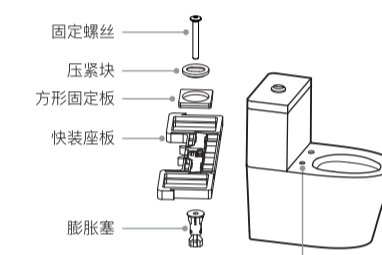
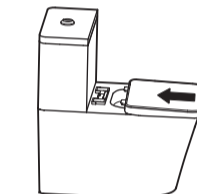
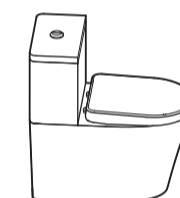
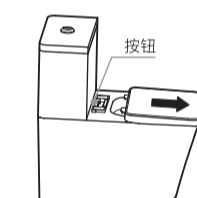

图 1
图 2
图 3
图 4
5. 坐便盖部件及安装示意请参考图 1、图 2、图 3、图 4。